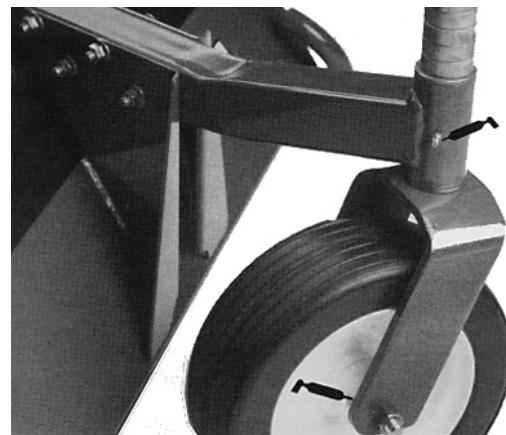
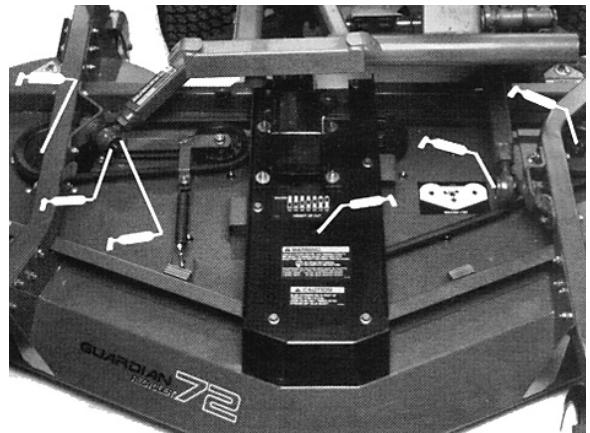

Figure 5
Figure 7
GRAISSAGE DES ROULEMENTS, DES MANCHONS ET DU BOITIER D'ENGRENAGES (Fig. 5–8)
1. Les roulements et les manchons suivants de l'unité de coupe doivent être graissés: manchons de l'axe de pivot avant (Fig. 5); roulements des roues pivotantes ((Fig. 5 & 6); roulements des axes de lames (Fig. 7); pivot du bras de la poulie de tension (Fig. 7) et articulations à rotule droite et gauche (Fig. 7).